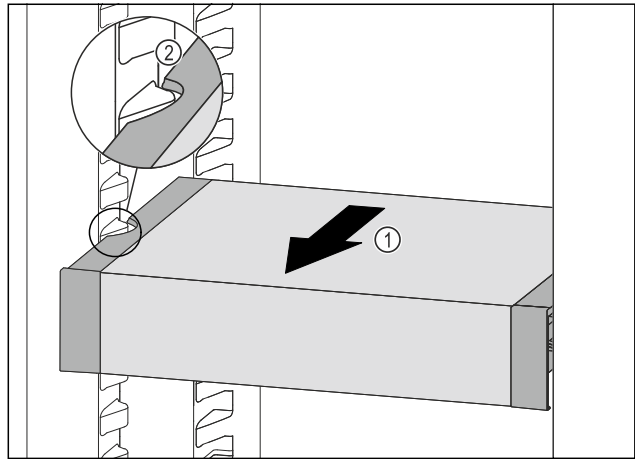

Fig. 108
- ▶ Tirare VarioSafe in avanti Fig. 108 (1) fino a quando le cavità laterali di VarioSafe non si trovano al livello della nervatura del contenitore nel vano frigorifero. Fig. 108 (2)